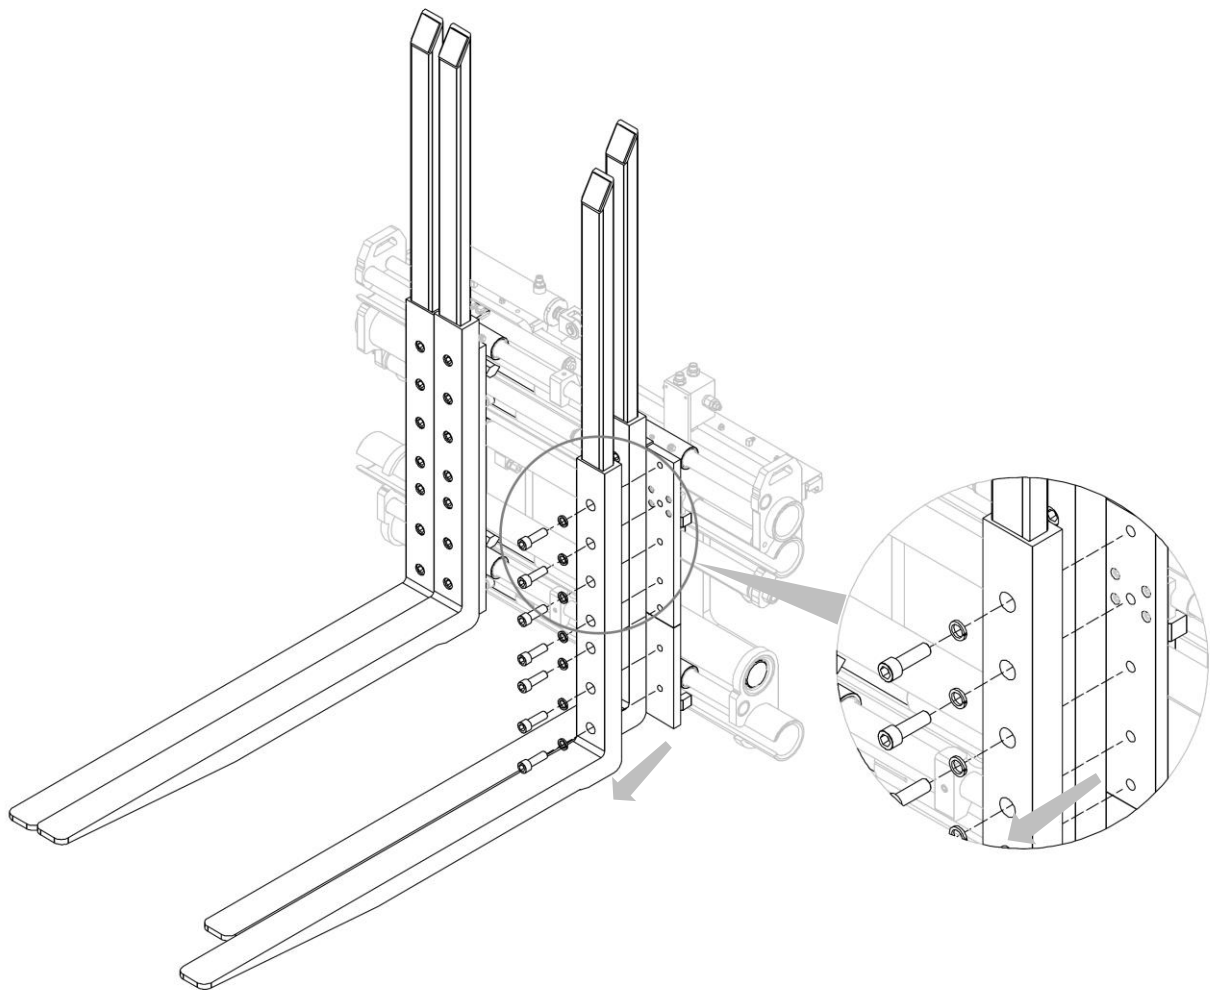

Figure 16
2. Retirer toutes les vis qui bloquent les fourches (voir *Figure 16*).